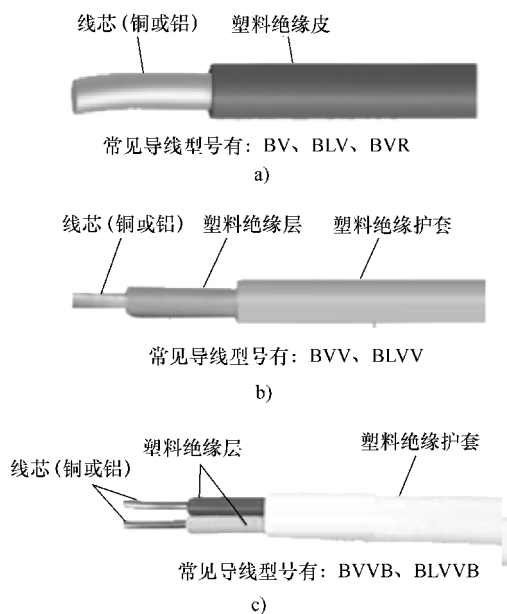

图 4-1 常用塑料绝缘硬线的结构
① 塑料绝缘硬线的线芯数较少，通常不超过 5 芯，在对其规格型号进行标注时，首字母通常为“B”字。图 4-1 所示为常见塑料绝缘硬线的结构。